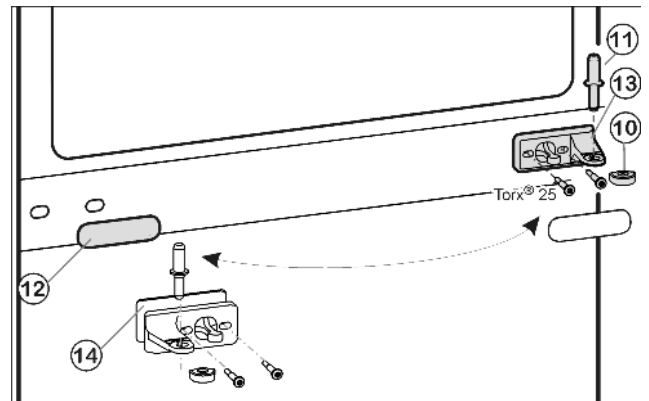
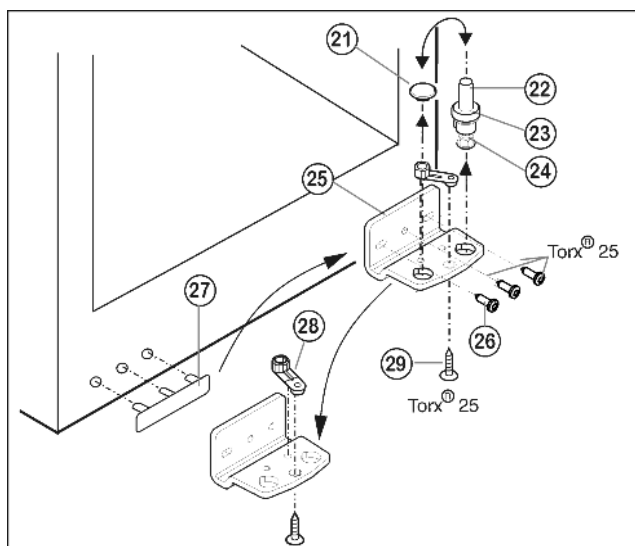

Fig. 9
Fig. 10
- ▶ Middelste lagerbout Fig. 9 (11) uit de lagerbus en de onderste deur uittrekken.
- ▶ Kunststof kapje Fig. 9 (10) afnemen.
- ▶ Middelste lagerbus Fig. 9 (13) losschroeven (2 maal Torx® 25).
- ▶ Afdekplaat Fig. 9 (12) voorzichtig afhalen.
- ▶ Middelste lagerbus Fig. 9 (13) met onderlegschijfje Fig. 9 (14) 180° gedraaid aan de nieuwe scharnierkant **goed (met 4 Nm)** vastschroeven.
- ▶ Afdekplaat Fig. 9 (12) 180° gedraaid aan de nieuwe greepzijde weer vastklikken.
- ▶ Lagerbout Fig. 10 (22) compleet met schijfje Fig. 10 (23) en stelpootje Fig. 10 (24) naar boven eruit trekken.
- ▶ Stop Fig. 10 (21) eraf halen.
- ▶ Lagerbus Fig. 10 (25) losschroeven Fig. 10 (26).
- ▶ Lagerdeel Fig. 10 (28) losschroeven Fig. 10 (29) en in het tegenoverliggende opnamegat van de lagerbus omzetten en weer vastschroeven.
- ▶ Afdekking aan de greepzijde Fig. 10 (27) voorzichtig optillen en op de tegenoverliggende zijde plaatsen.
- ▶ Lagerbus Fig. 10 (25) aan de nieuwe scharnierzijde evt. met behulp van een accuschroevendraaier weer **goed (met 4 Nm)** vastschroeven.
- ▶ Stop Fig. 10 (21) weer in het andere gat aanbrengen.
- ▶ Lagerbout Fig. 10 (22) compleet met schijfje en stelpootje weer aanbrengen. Er daarbij erop letten, dat de sluitnok naar achter wijst.
- ▶ Plaats de onderste deur van boven op de onderste lagerbout Fig. 10 (22).
- ▶ Het kunststof kapje Fig. 9 (10) weer op de middelste lagerbus Fig. 9 (13) zetten.
- ▶ Middelste lagerbout Fig. 9 (11) op de nieuwe scharnierzijde in de onderste deur plaatsen door de middelste lagerbus Fig. 9 (13).
- ▶ Bovenste deur op de middelste lagerbout Fig. 9 (11) zetten.
- ▶ De deuren eventueel via de beide langgaten in de onderste lagerbus Fig. 10 (25) en middelste lagerbus Fig. 9 (13) ten opzichte van de kast uitlijnen. Eerst de middelste schroef in de onderste lagerbus Fig. 10 (25) uitdraaien.